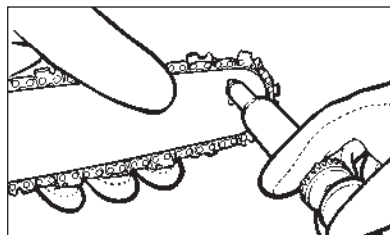

Bild. 20
- Stecken Sie die Nadelspitze der Ölspritze (Option) in das Ölungsloch und spritzen Sie das Öl hinein, bis es an der Aussenseite der Zahnung hervortritt (Bild. 20).